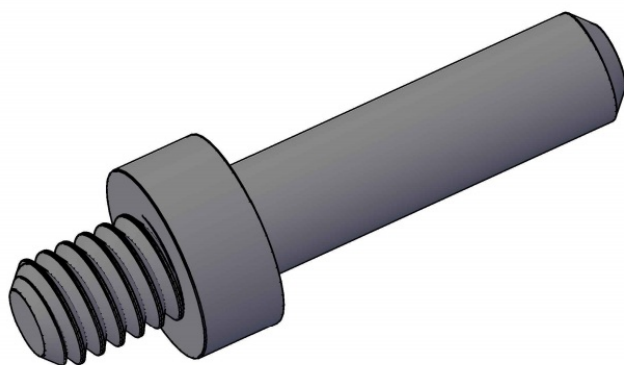
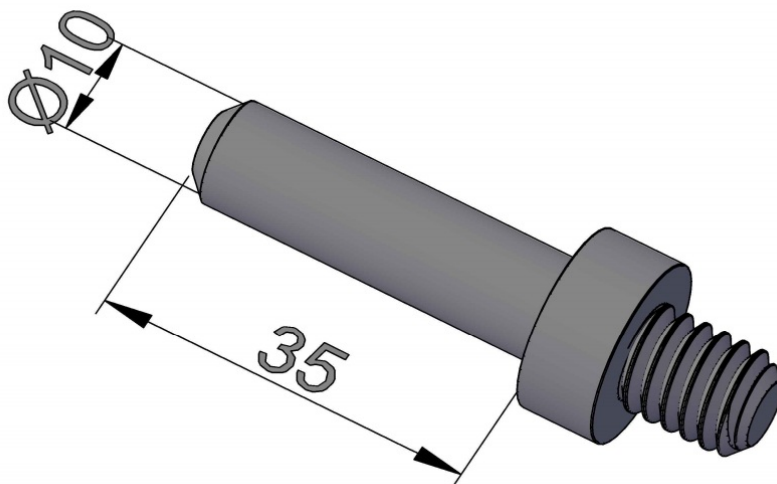

Рис. 1
Рис. 2
1. По данному образцу (Рис. 1) и эскизу (Рис. 2) разработайте технологическую карту (Таблица 1) по изготовлению втулки для ролика;
6. При конструировании изделия самостоятельно определите необходимые размеры, исходя из технических условий и эскиза (Рис.2);